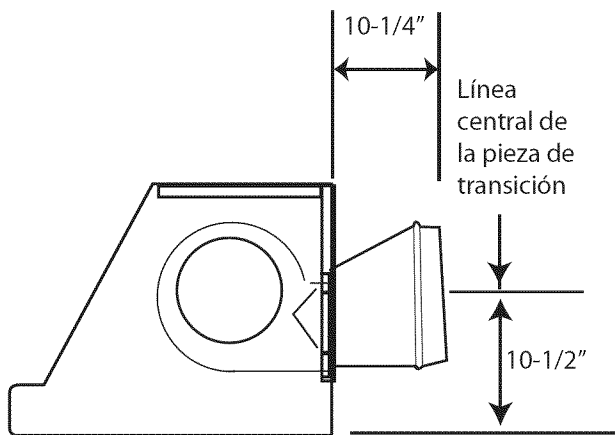

**Figura 6: Dimensiones del corte**
11. Orientación de la salida: necesita un corte en la pared, como se ilustra en la Figura 6, para instalar la pieza de transición al usar la salida horizontal. La posición del corte se determina con arreglo a la altura de instalación de la campana.
3. Para la salida horizontal, consulte la Figura 6 para ver la forma del corte necesario para la pieza de transición.